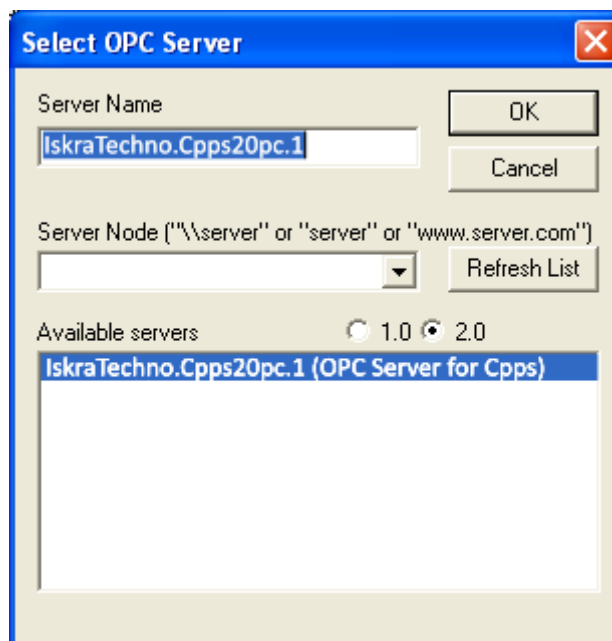

Рисунок 3 – Окно «Select OPC Server» приложения «OPC Client»
- В главном меню программы «OPC Client» выберите OPC\Connect. В появившемся окне «Select OPC Server» (Рисунок 3) выберите из списка доступных серверов (Available servers) IskraTechno.Cpps2Opc.1 и нажмите кнопку «ОК».